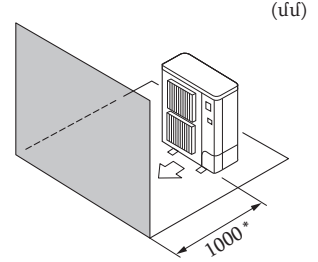

Fig. 2-5
④ Շրջապատող իրեր՝ միայն առջևից (Fig. 2-5)